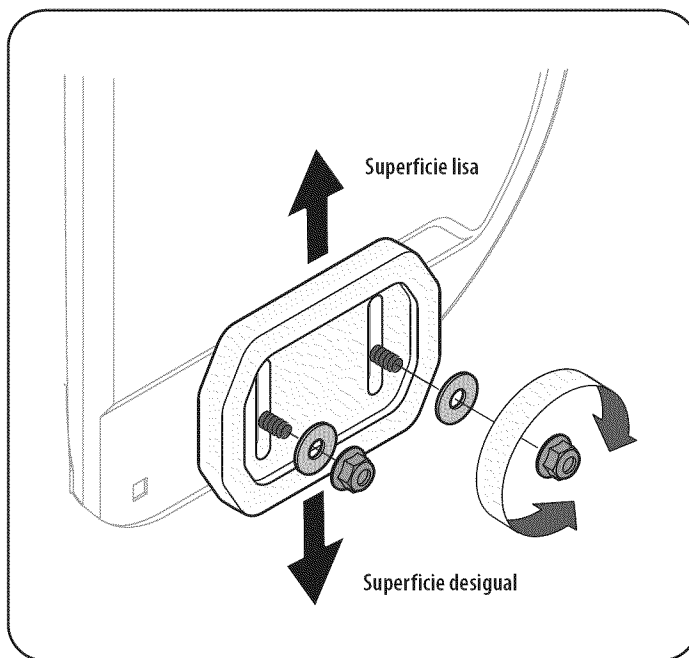

Figura 8
1. Afloje las cuatro tuercas hexagonales (dos en cada lado) y los pernos del carro. Mueva las zapatitas antideslizantes a la posición deseada. Vea la Figura 8.